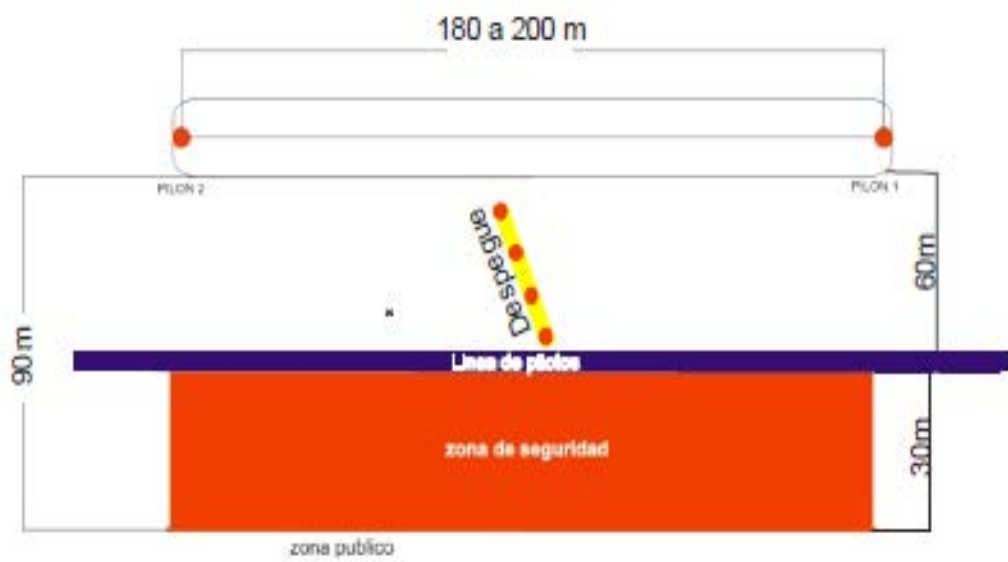

Figura 6
- **Línea de partida y llegada:** Es una perpendicular a los pilones 1 y 2 a 100mts de distancia de estos x 40 metros de largo. (Ver Figura 6). Sobre esta se contabilizan las vueltas.